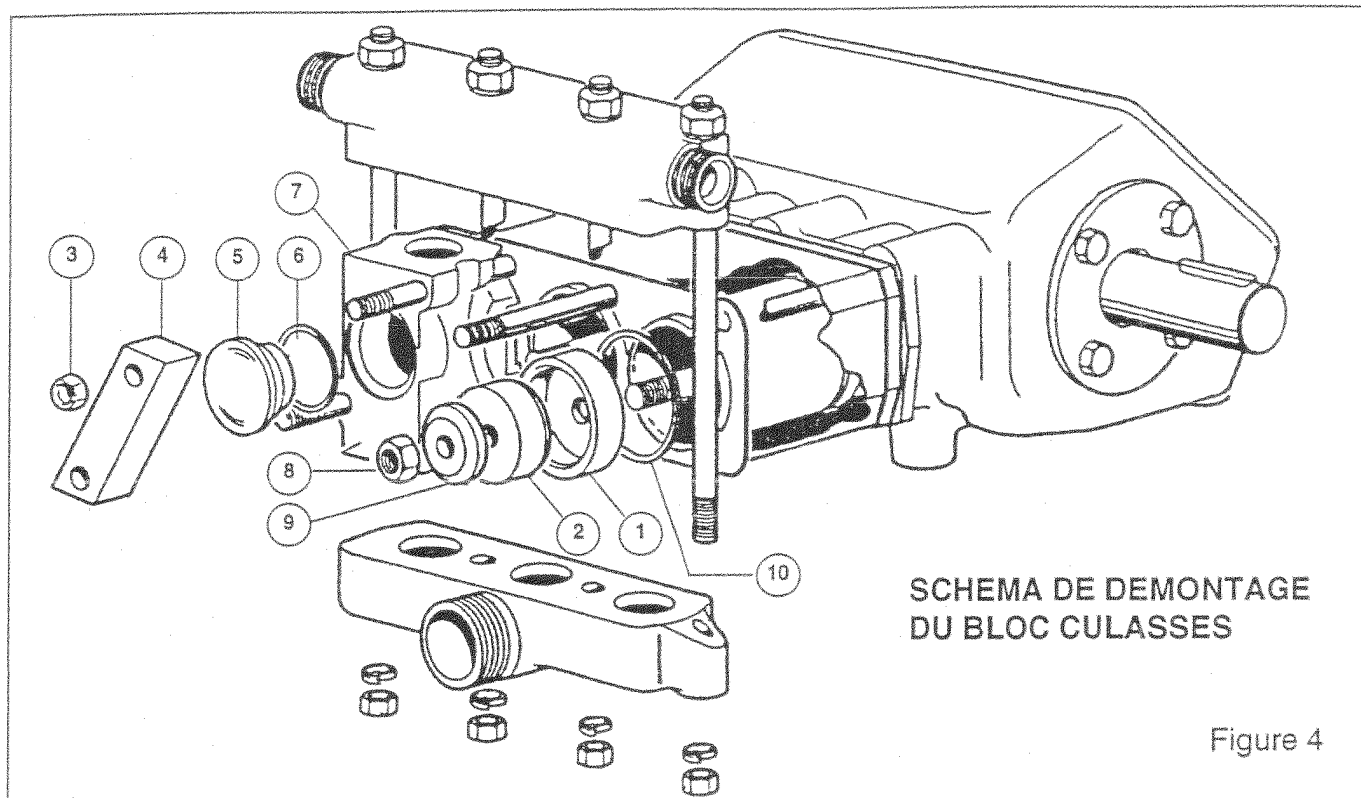

Figure 4
- Vérifier l'état des 3 coupelles de pistons (1) et les bagues (2) - (figure 4) :
- Dévisser les 6 écrous (3),
- Retirer les 3 barrettes (4),
- Retirer les 3 bouchons et joints (5) et (6) ainsi que les 3 culasses (7),
- Dévisser les écrous (8),
- Retirer, les 3 rondelles (9), les 3 coupelles (1) et bagues d'expansion (2).
- Remonter l'ensemble après avoir changé les 3 joints nylon (10) entre culasses et cylindres.